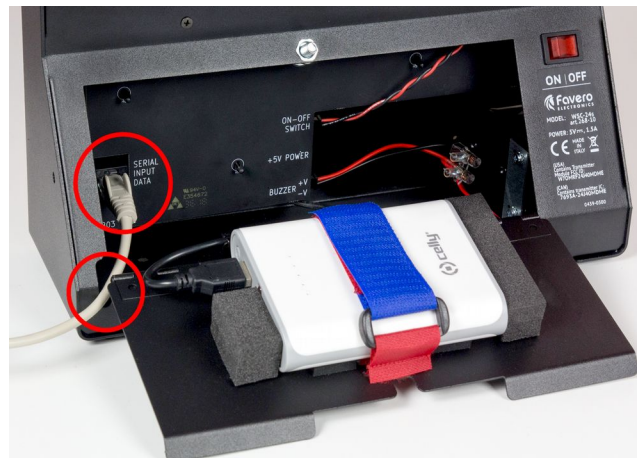

Fig. 2.2: Collegamento del cavo dati seriale.
- Richiudete quest'ultimo (Fig. 2.2).